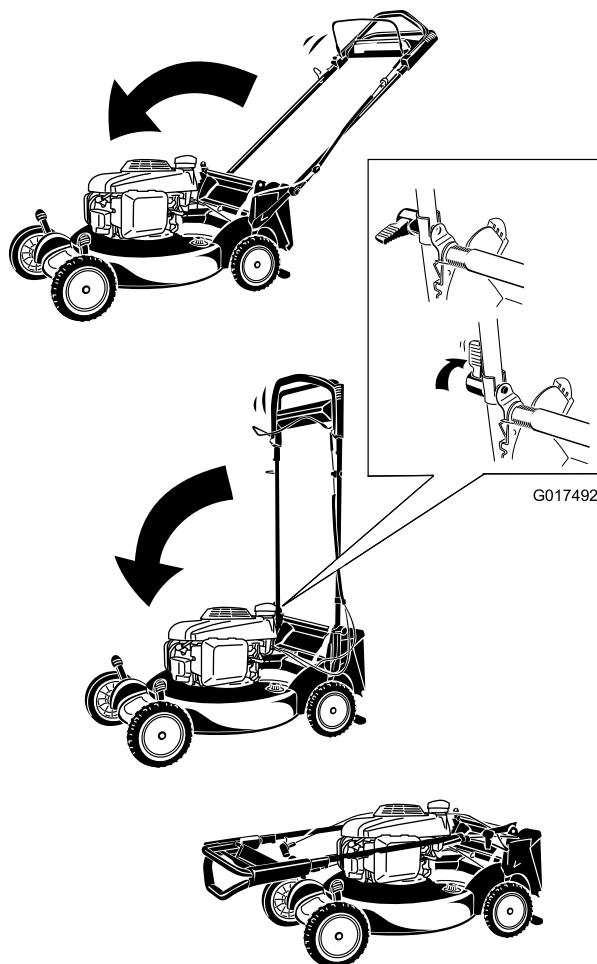

Figura 38
1. Doble el manillar hacia adelante (Figura 38).